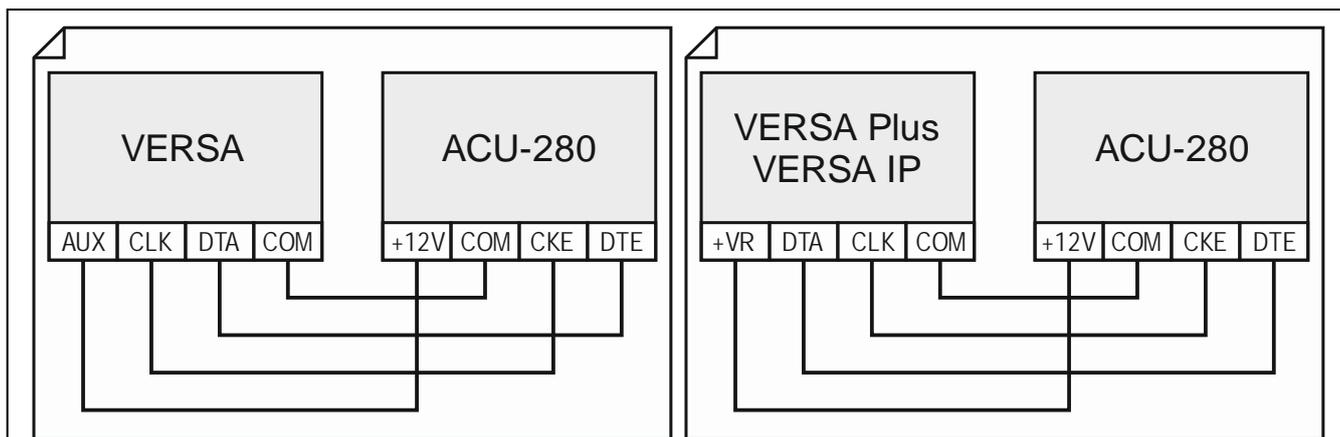

Abb. 7. Anschluss des Funkbasismoduls an die Zentrale VERSA / VERSA Plus / VERSA IP.
**VERSA / VERSA Plus / VERSA IP:** verbinden Sie die Klemmen CKE, DTE und COM mit entsprechenden Klemmen des Kommunikationsbusses der Alarmzentrale (Abb. 7).